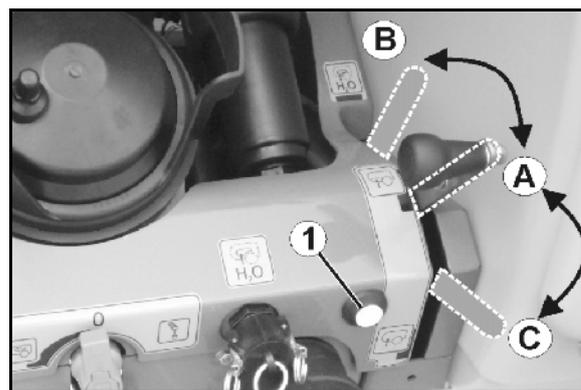

Fig. 104
- den Taster am Bedienfeld (Fig. 104/1).